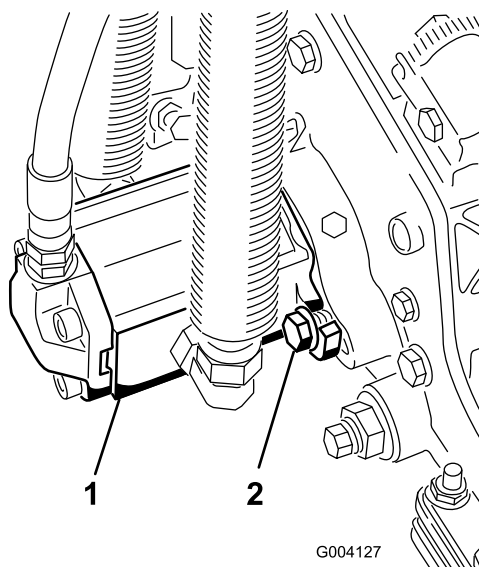

Bild 14
10. Montieren Sie den Motor; drehen Sie ihn nach rechts, damit die Motorflansche nicht die Kopfschrauben berühren (Bild 14).
Jedes Mähwerk hat sieben Schmiernippel (Bild 14), die regelmäßig mit Nr. 2 Allzweckschmierfett auf Lithiumbasis eingefettet werden müssen.